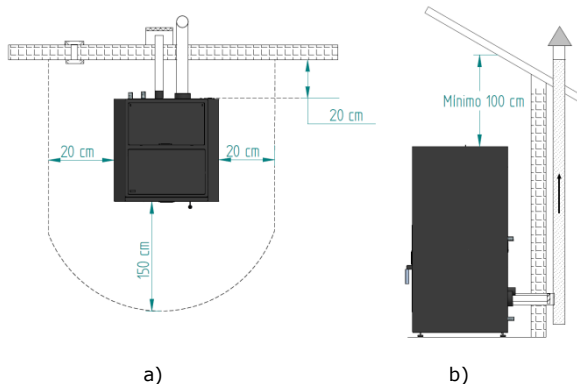

Figura 8 - Distâncias mínimas de todas as superfícies: a) vista superior da instalação do equipamento; b) vista lateral da instalação do equipamento
As distâncias mínimas da compacta a *pellets* às superfícies especialmente inflamáveis estão representadas na Figura 8.
- Conforme indicado na Figura 8, a conduta de exaustão deve ser realizada de modo a que a limpeza e a manutenção sejam asseguradas pela inserção dos pontos de inspecção.